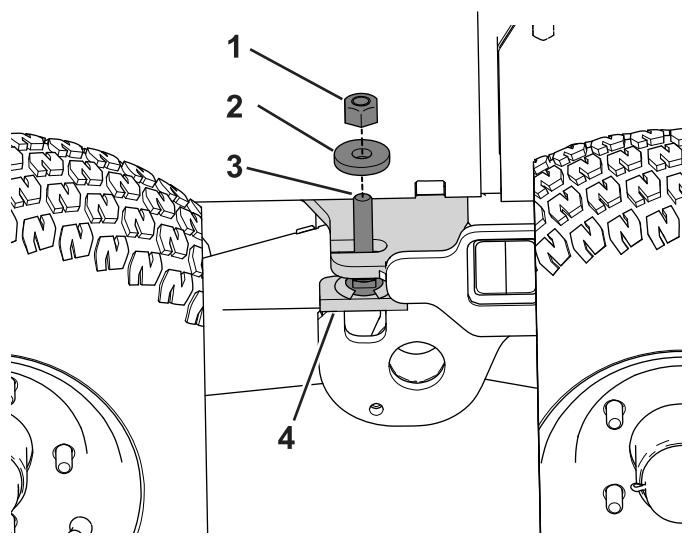

Рисунок 104
2. Выверните контргайку и снимите шайбу с резьбовой шпильки узла упора тележки (Рисунок 104).
- Установите контргайку с плоской шайбой (1/2 дюйма) на поворотный узел тележки и затяните (Рисунок 104).